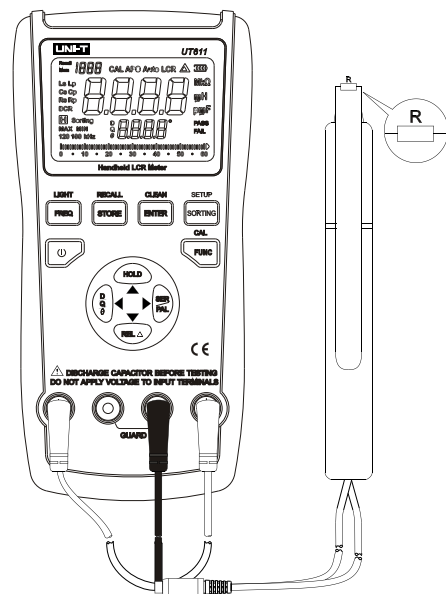

图 9
- 3) 将电阻插入测试端口或用相应的附件接入被测电阻（如图9）。